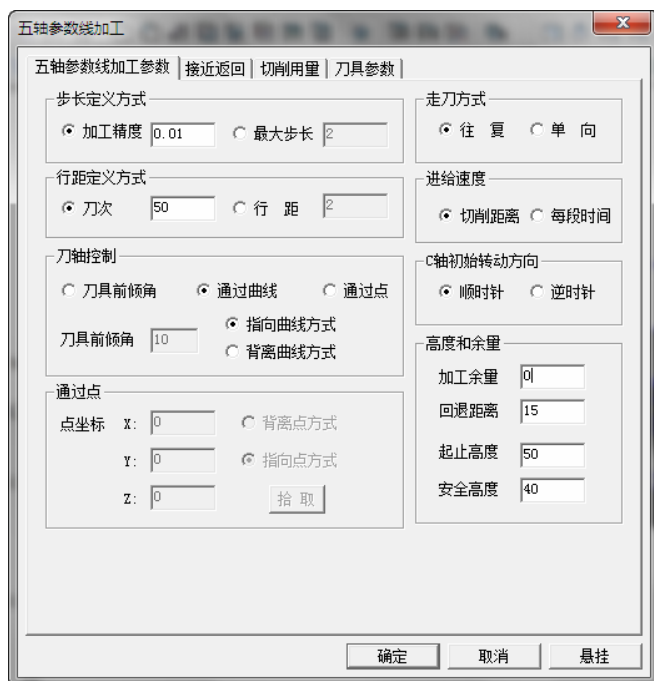

图 8-281 “五轴参数线加工”选项卡
1) 选择下拉菜单“加工”→“多轴加工”→“五轴参数线加工”命令，弹出“五轴参数线加工”对话框。单击“五轴参数线加工参数”选项卡，设置“步长定义方式”为“加工精度”，“行距定义方式”为“刀次”，其余参数数值如图 8-281 所示。